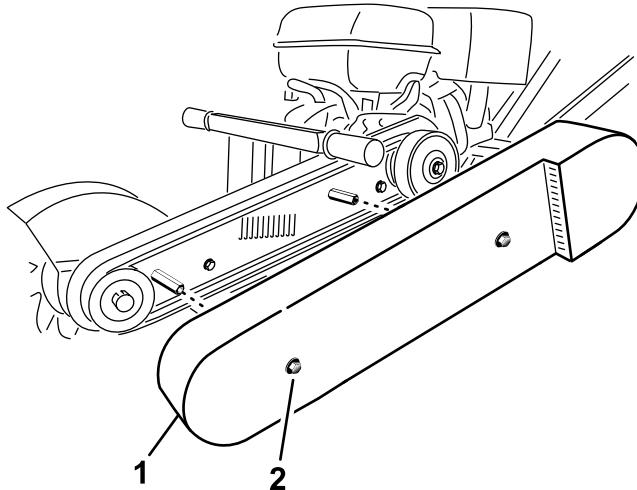

Figure 24
3. Desserrez les 2 boulons qui fixent le protège-courroie sur la machine jusqu'à ce qu'il soit possible de le déposer (Figure 24).
1. Protège-courroie 2. Boulon et rondelle (2)
4. Déposez le protège-courroie (Figure 24).